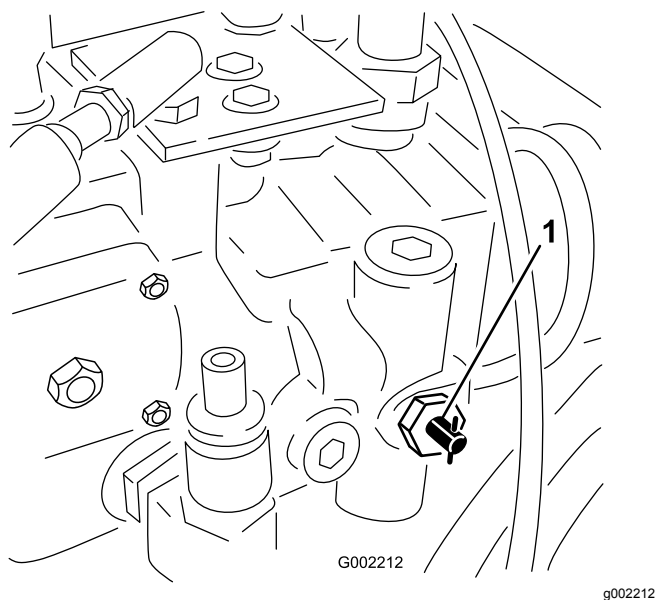

Figura 52
1. Rode a válvula de reboque (Figura 52) 90° em qualquer um dos sentidos para abri-la.